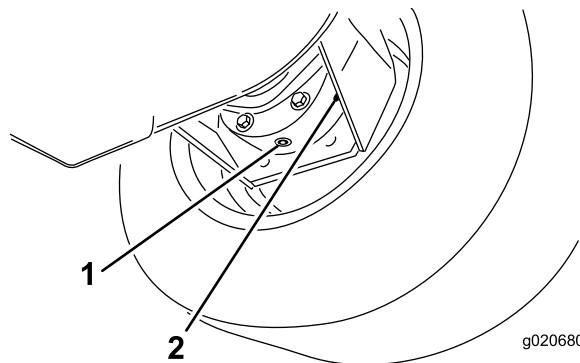

Figura 68
3. Coloque un recipiente debajo del alojamiento del freno, retire el tapón y deje que se drene el aceite (Figura 68).